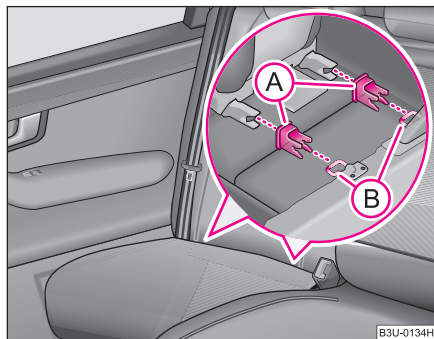

Fig. 128 Inelele de prindere (sistemul ISOFIX)
- Elementul de prindere **A** se introduce în inelele **B** existente la baza îmbinării spătarului scaunului cu perna ⇒ fig. 128.